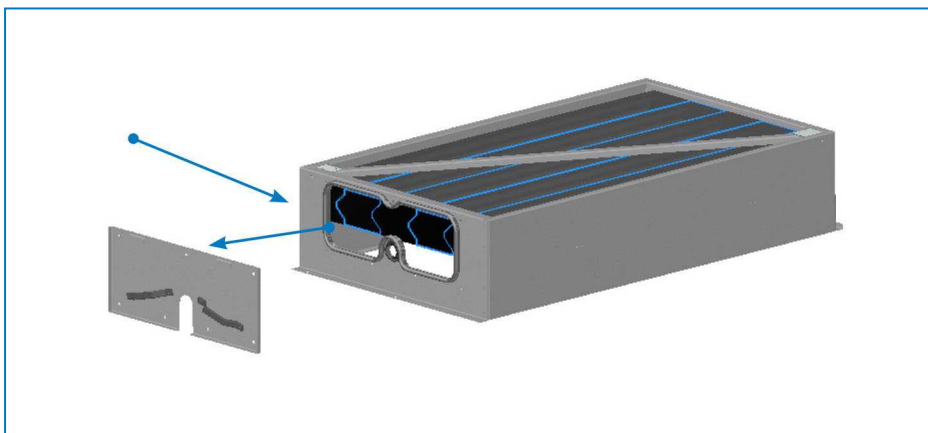

Abbildung 4 Sprühteil mit abgenommenem Türblech
1. Nur für 1c: Installieren Sie den oberen Sprühverteiler zwischen den zwei Gummikupplungen. Schieben Sie das Sprührohr in die Halterung und achten Sie darauf, dass die Düsen nach unten zeigen. Legen Sie zwei Gummikupplungen oben und unten auf das Sprührohr und bauen Sie sie ein. Bringen Sie die Tropfenabscheider im Sprühteil unter Beachtung des ursprünglichen Orts und der ursprünglichen Ausrichtung wieder an. Bringen Sie das Zugangsblech wieder an (siehe Abbildung 4). Wiederholen Sie dies ggf. für alle Module des Geräts.